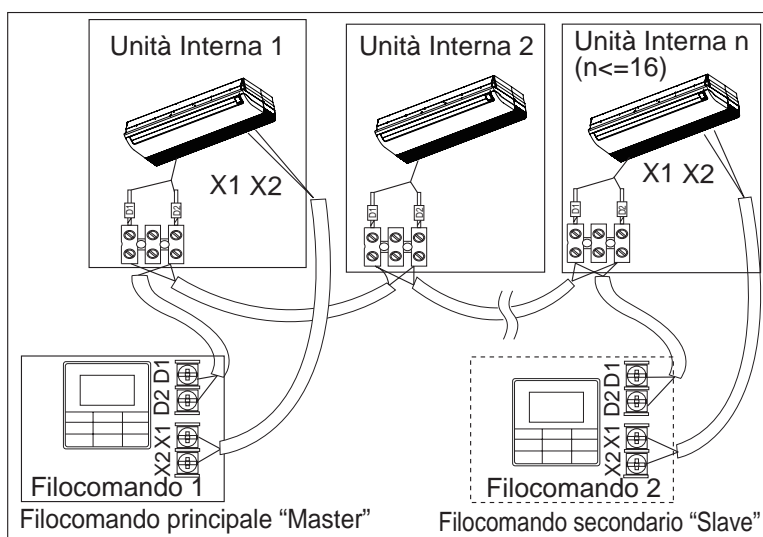

Fig. 6.8
- Utilizzare 1 Filocomando per il controllo di più Unità Interne, oppure 2 Filocomandi (1 principale "Master" e 1 secondario "Slave") per il controllo di più Unità Interne (vedi Fig. 6.8).